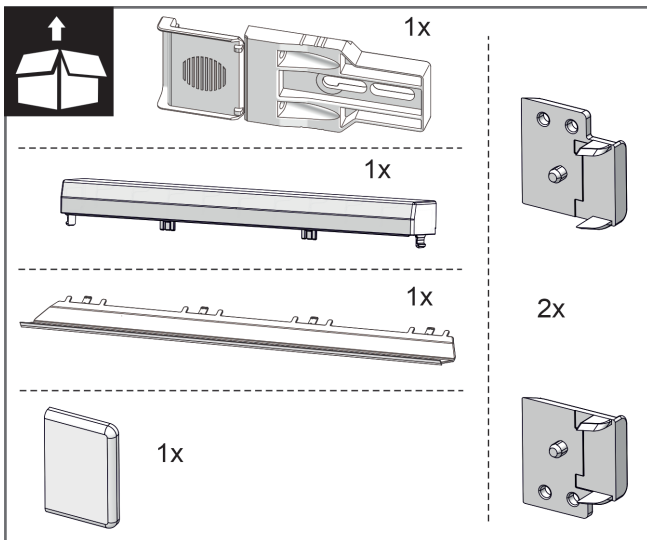
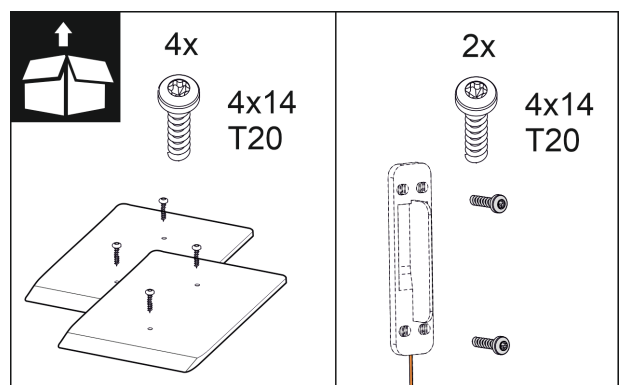

Fig. 10
Fig. 16
2. Проверка деталей для осуществления монтажа в комплекте принадлежности. С Fig. 10 () по Fig. 16 ()
Детали для осуществления монтажа в комплекте принадлежностей Fig. 10 () по Fig. 16 ()